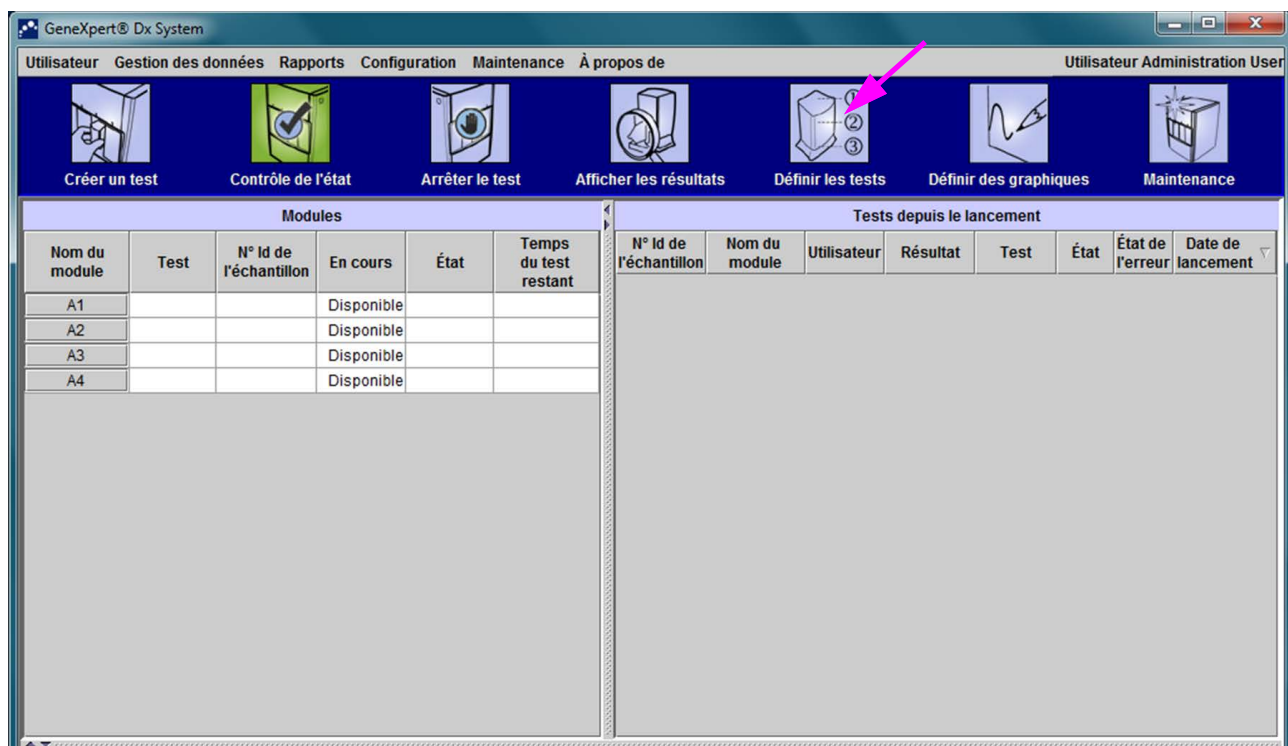

Figure 5-27. Fenêtre Système GeneXpert Dx
1. Cliquez sur **Définir les tests** dans la fenêtre Système GeneXpert Dx (consultez la Figure 5-27).